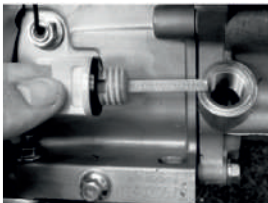

Рис. 17.
2. Выкрутите пробку маслозаливной горловины (Рис. 17)